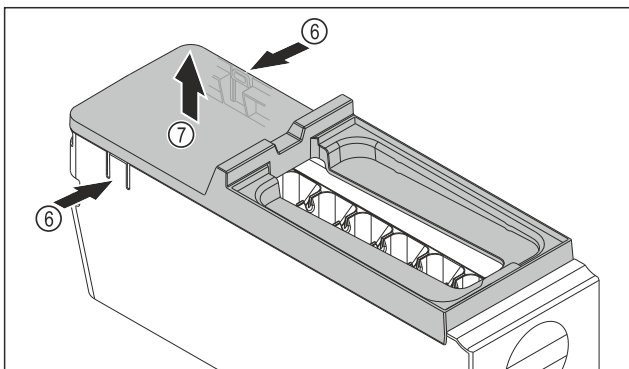

Fig. 88
- ▶ Scoateți apărătoarea corpului EasyTwist-Ice: Apăsăți eclisele Fig. 88 (6) de pe ambele părți ale corpului EasyTwist-Ice cu o mână.
- ▶ Scoateți apărătoarea Fig. 88 (7) cu cealaltă mână în sus.